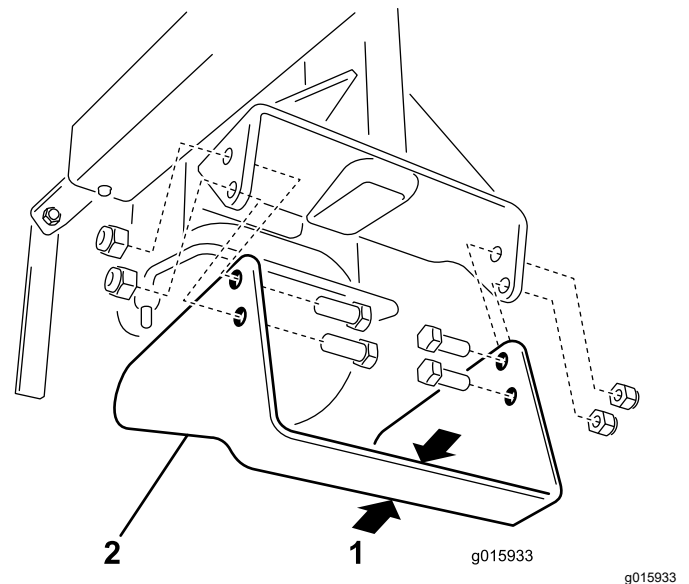

Bild 15
Prüfen Sie das Messer des Kantenschneiders oft und tauschen Sie das Messer aus, wenn die Messerbreite auf 32 mm verringert ist (Bild 15).
3. Entfernen Sie die 4 Schrauben und 4 Muttern, mit denen das Messer am Schnittarm befestigt ist (Bild 15).